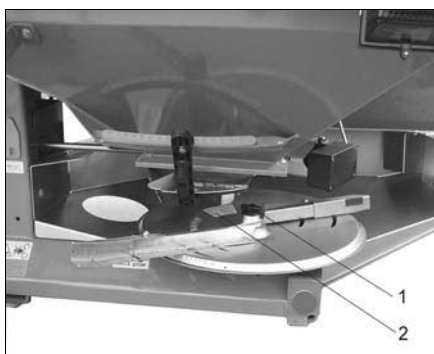

Fig. 32
- Fjern fløj møtrikken (Fig. 32/1).
Ved montering af spredeskiverne må „venstre“ og „højre“ ikke forveksles. Spredeskiverne er kendetegnet med mærkater (Fig. 32/2).